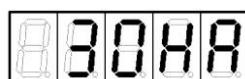

Рисунок 14
2. Нажать кнопку \uparrow , после чего, нажимая кнопку \leftarrow или \rightarrow , установить на индикаторе слово "ЗОНА" (рисунок 14).